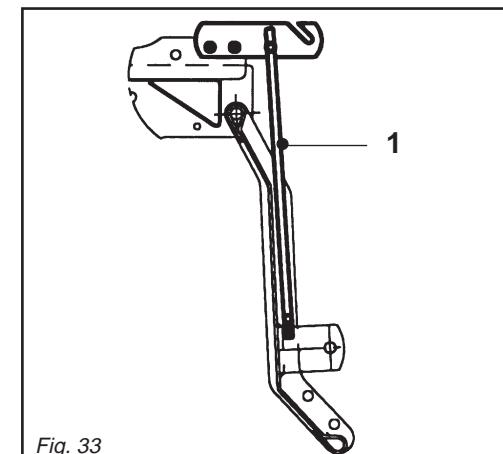

Fig. 33
- 4) **Per mod. AL:** L'asta (1 Fig. 33), va posizionata come in figura per il parcheggio della macchina.
- 4) **For model AL:** the rod (1 Fig. 33) should be positioned as shown in the figure when parking the machine.
- 4) **Für Mod. AL:** Die Stange (1 Abb. 33) ist so anzurordnen, wie in der Abbildung für das Abstellen der Maschine gezeigt ist.
- 4) **Pour mod. AL:** Pour stationner la machine la barre (1 Fig. 33) doit être positionnée comme indiqué dans la figure.
- 4) **Para mod. AL:** La barra (1 Fig. 33) debe ser posicionada como se ve en la figura para el estacionamiento de la máquina.